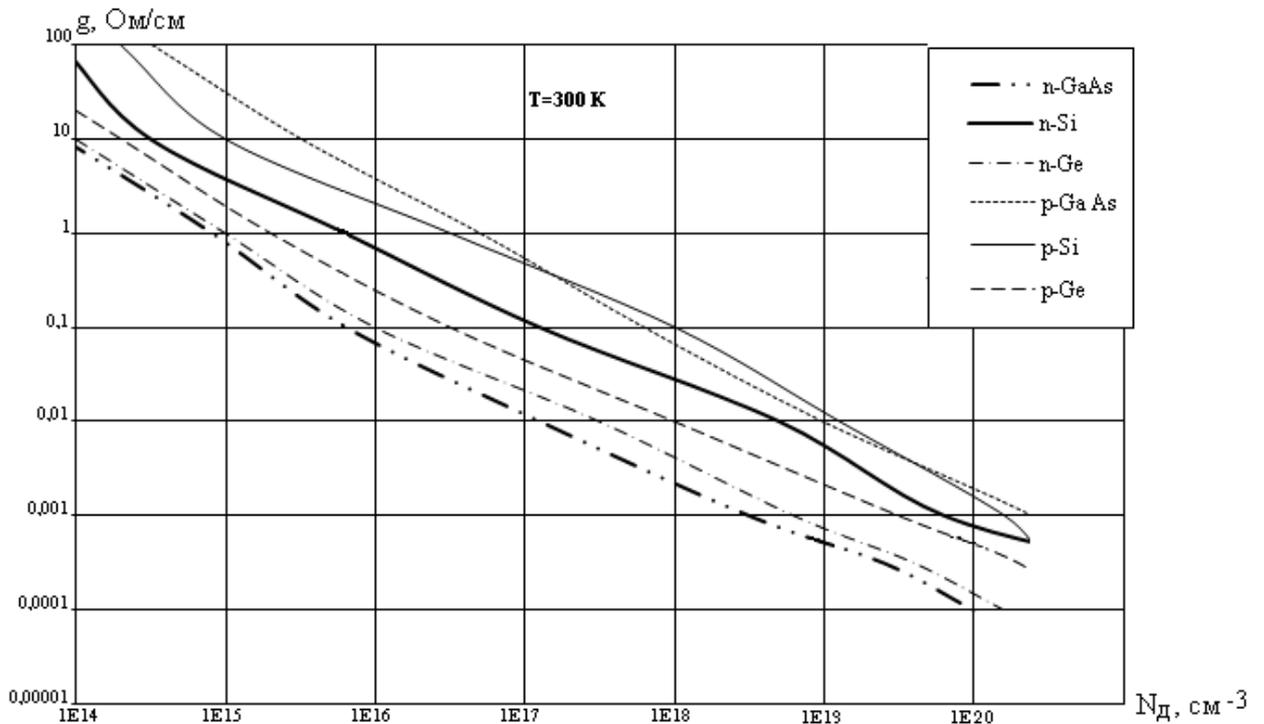

Рисунок 2.1 – Графики для определения удельного сопротивления полупроводника
ρ – удельное сопротивление полупроводника, зависит от концентрации донорской примеси и определяется по графикам (рисунок 2.1)
1. Сопротивление канала $R_{\text{СИ}}$ рассчитать по формуле 2.8, предварительно определив удельное сопротивление канала ρ по графику (рисунок 2.1)